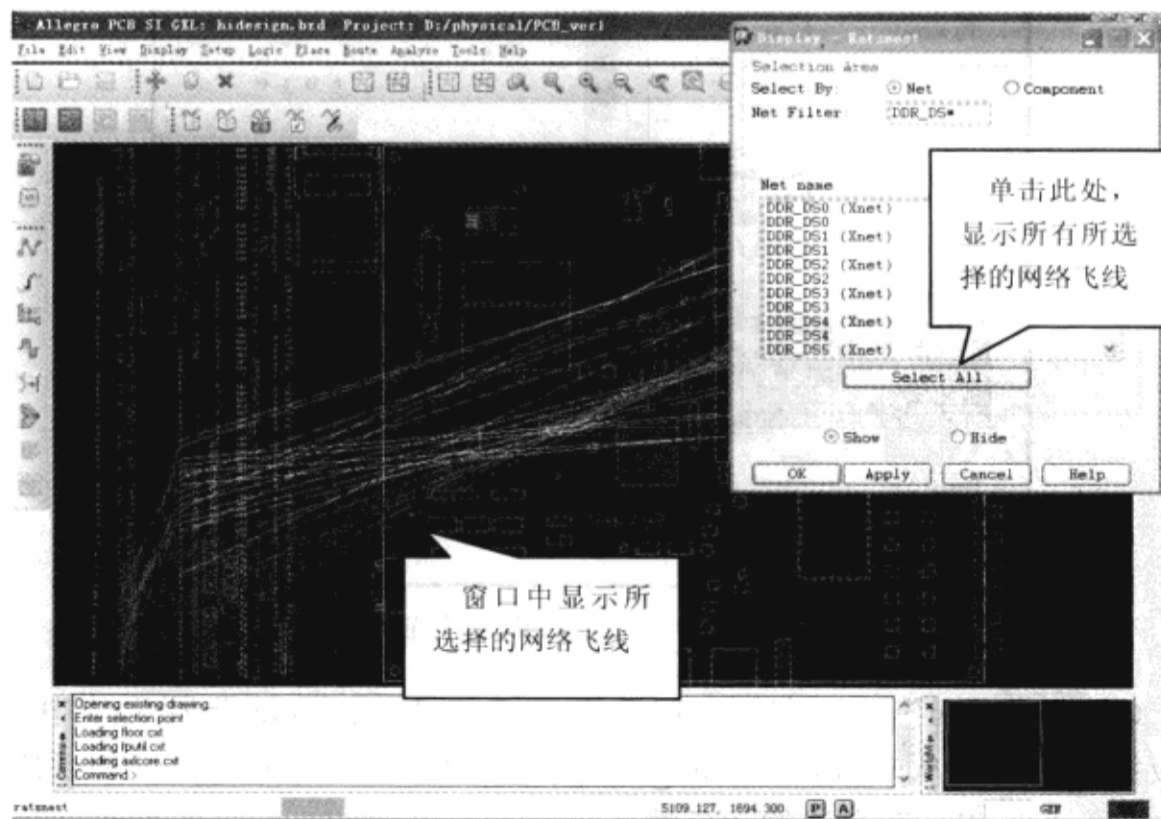

图 2-7-4 显示飞线
(3) 选中“Display-Ratsnest”窗口底部的“Show”→单击“Select All”按钮，所有以“DDR\_DS”开头的网络都显示为单个的飞线，如图 2-7-4 所示。